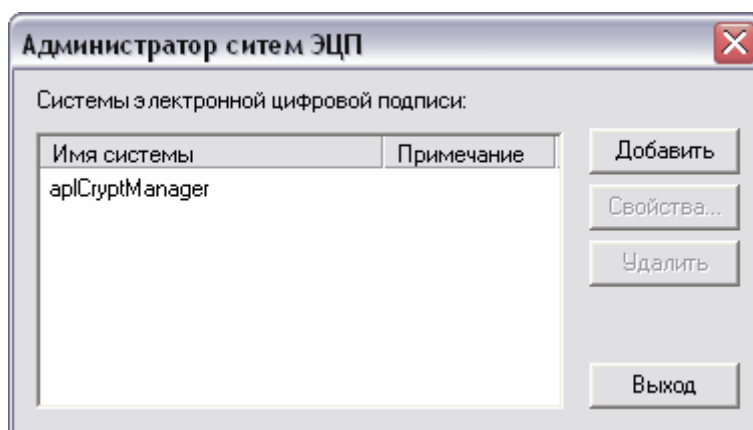

Рис. 115 Администратор систем ЭЦП
Для присоединения модулей систем ЭЦП, в модуле PDM служит пункт **Настройка** → **Настройка систем ЭЦП...** главного меню модуля PDM. После вызова меню появится диалоговое окно **Администратор систем ЭЦП** (Рис. 115).
1. Нажмите на кнопку **Добавить** на панели **Администратора систем ЭЦП** (Рис. 115).